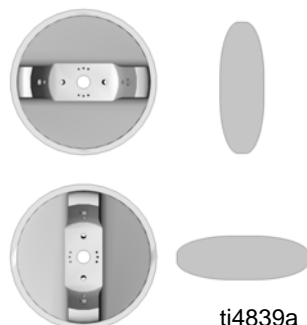

FIG. 2
1. Faites tourner le capuchon d'air pour obtenir le jet souhaité. Consultez la FIG. 2.